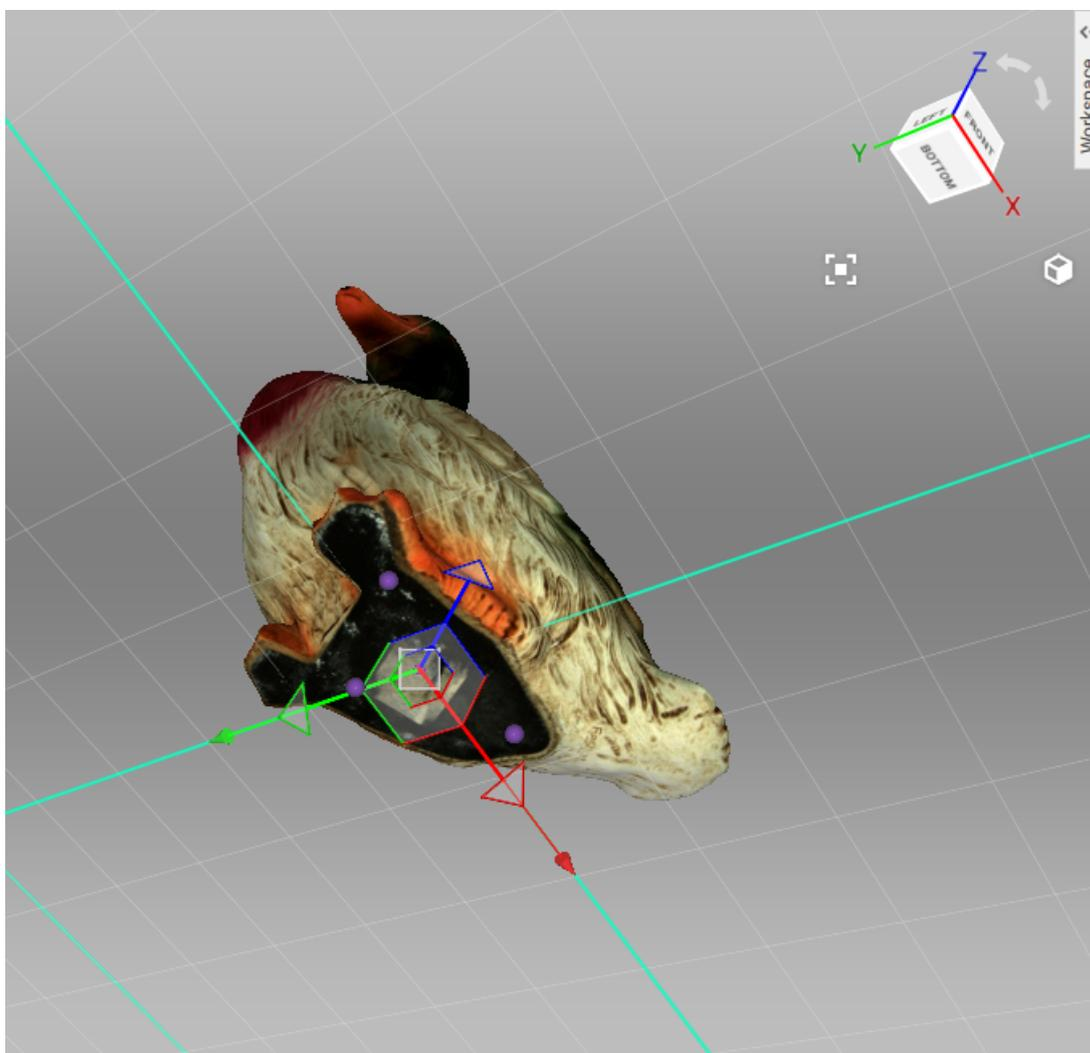

Abbildung 101: Modell im globalen Koordinatensystem positionieren.
4. Mit **LMB** mindestens drei Punkte auf der Oberfläche selektieren; die Ebene wird automatisch durch den Schwerpunkt gelegt (siehe Abb. 101). Es gelten die folgenden Randbedingungen: